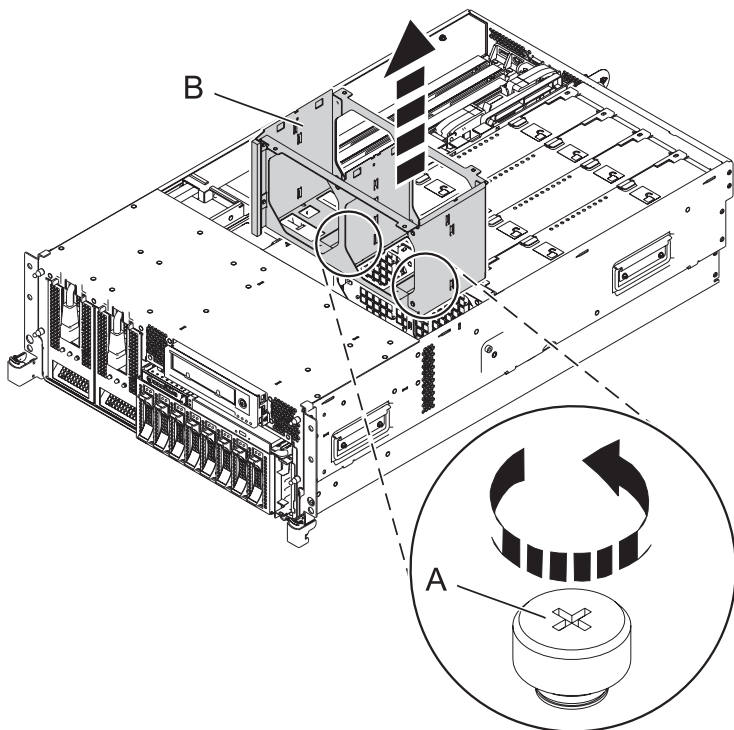

Figure 4. Retrait du boîtier de ventilation du système
- c. Pour retirer le boîtier de ventilation, dévissez les deux vis moletées (A) et soulevez le boîtier de ventilation (B) pour le retirer du système, comme indiqué dans la figure 4.